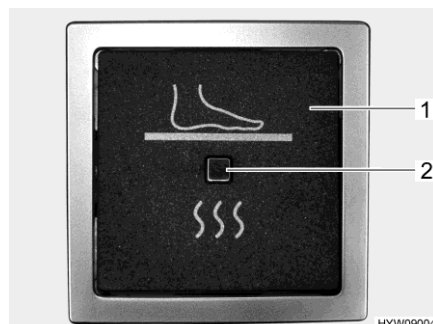

Fig. 136 Commutateur à bascule
- ▷ Le chauffage électrique du plancher s'allume et s'éteint au moyen d'un commutateur à bascule (Fig. 136,1). Lorsque le chauffage du plancher est en fonction, le voyant de contrôle (Fig. 136,2) est allumé.